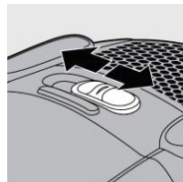

Рис. 13
- Електронного регулятора сили всмоктування на пилососі (рис. 13).